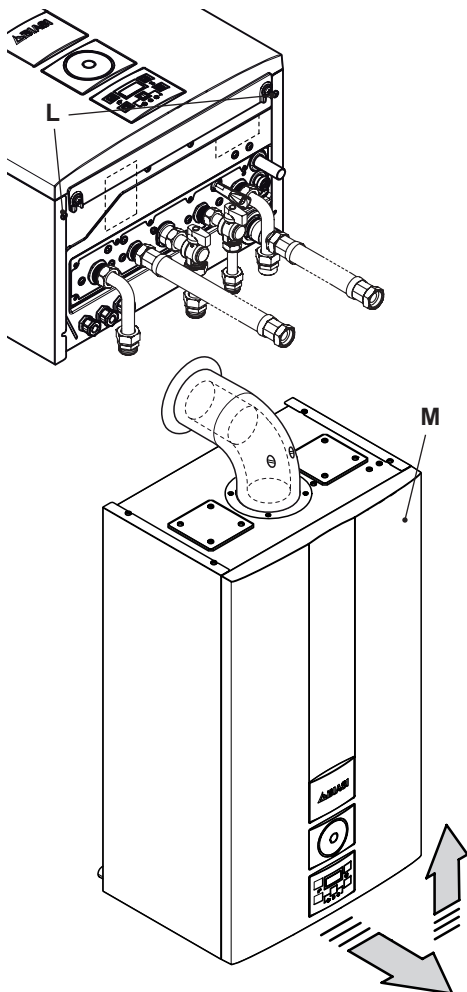

Figura 5.18
- Svitare le viti L e rimuovere il pannello frontale M tirandolo a sé e quindi spingendolo verso l'alto in modo da liberarlo dalle sedi superiori Figura 5.18.